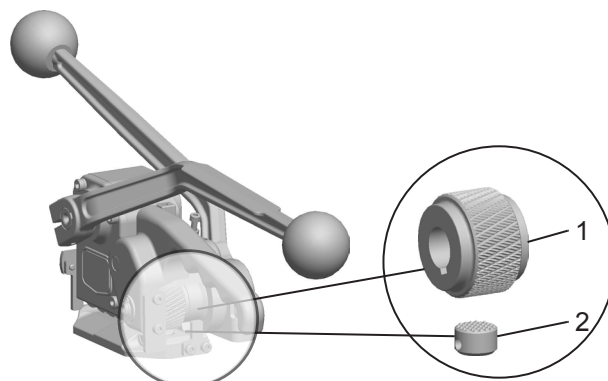

Fig. 15
- Spannrad (Fig. 15/1) und Druckplatte (15/2) mit Druckluft oder einer kleinen Stahlbürste reinigen. Achtung: Beim Ausblasen, Schutzbrille tragen!